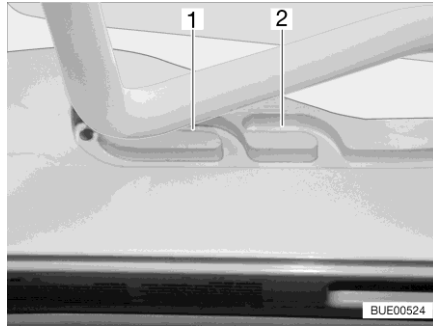
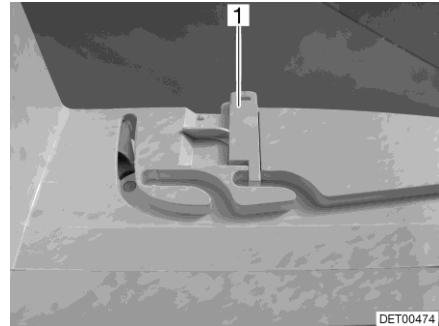

Bild 23 Spår (ventilationsläge)
Bild 24 Lås (ventilationsläge)
Heki-takluckan kan ställas i två ventilationslägen: Läget för dåligt väder (Bild 23,1) och mittläget (Bild 23,2). Beroende på modell kan takluckan låsas i mittläget med de båda spärrarna (Bild 24,1) till höger och vänster om ramen till takluckan.
- Tryck bygel lätt uppåt och skjut in den i det valda spåret (Bild 23,1 eller 2) och lås eventuellt.